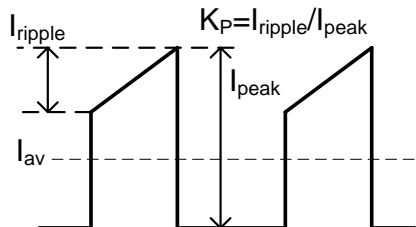

图 11：典型的初级侧电流波形
当占空比超过 50% 时，HF500-15 使用内部斜坡补偿维持 CCM 模式运行。将初级侧电感的纹波电流幅值与峰值电流值的比值 (KP) 设置为 0 < KP ≤ 1，其中电流断续模式 (DCM) 的 KP = 1。图 11 显示了相关的波形。较大的电感会使 KP 较小，从而降低电流的有效值并增加变压器的尺寸。常用输入范围的最佳 KP 值是在 0.7 和 0.8 之间。这个 KP 值范围也同样适用于 230VAC 输入范围下的 CrCM 或 DCM 模式。